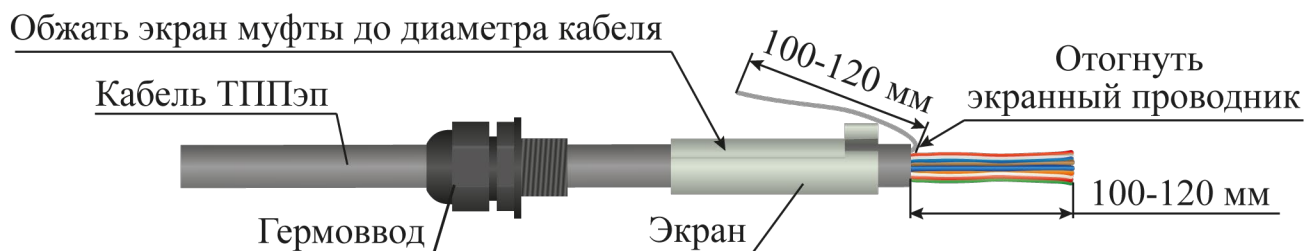

Рисунок 4.21
– надеть на оболочку кабеля ТППЭп в следующей последовательности: гермоввод, экран муфты переходной (рисунок 4.21);
– обжать экран муфты переходной до внешнего диаметра кабеля ТППЭп с помощью плоскогубцев (рисунок 4.21);
– снять оболочку со свободного конца кабеля ТППЭп (с кабеля ТППбЭп снять белую и черную оболочки) длиной 100 - 120 мм (рисунок 4.21);
– экранный проводник отвести в сторону (рисунок 4.21);